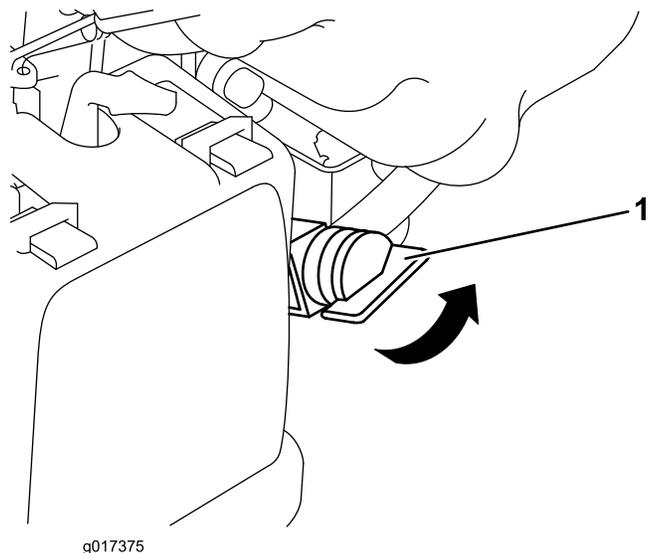

Figure 12
2. Tournez le robinet d'arrivée de carburant en position OUVRETE (Figure 12).